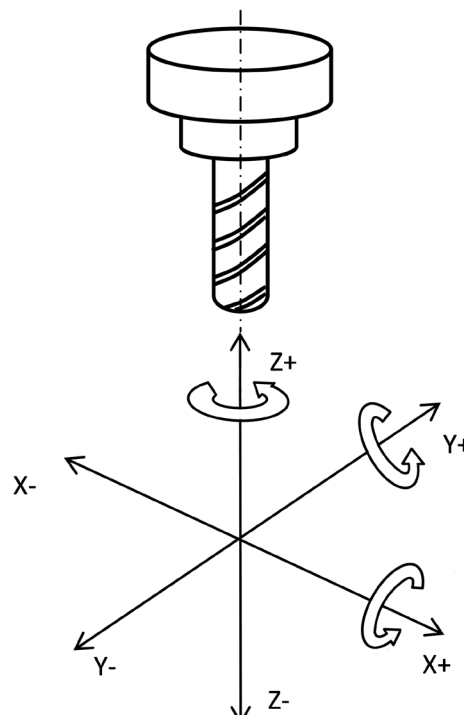

Рисунок 3.1 -
- 3) Направление движения осей станка предусмотрено стандартом **EIA RS 267** (Рисунок 3.1).